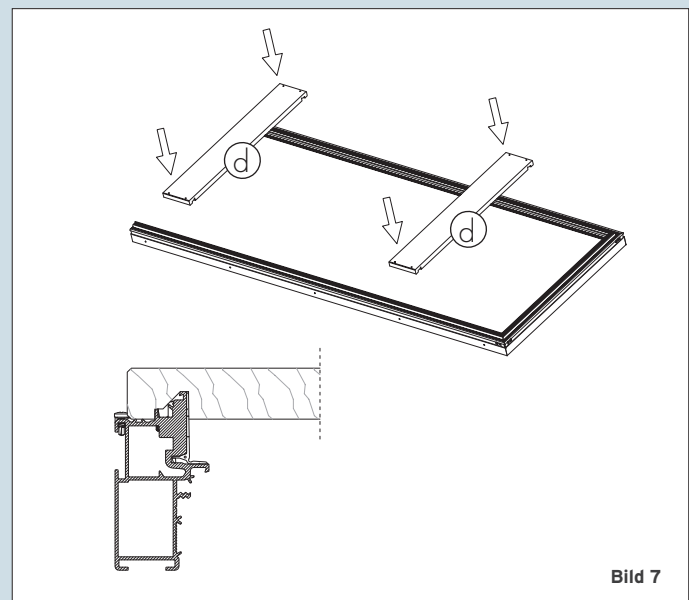

Bild 7
6. Aussteifer für Parallelität auflegen (Bild 7).